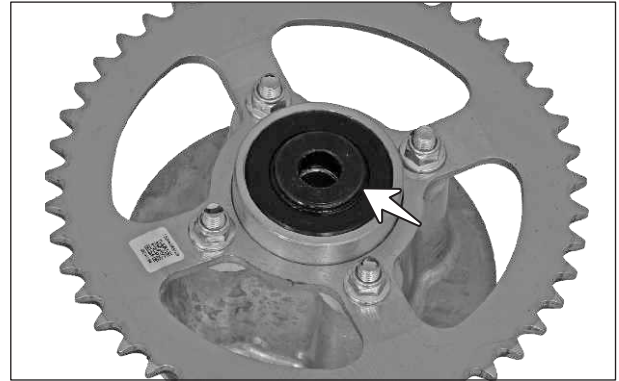

Fig. 6.87
- Retire el espaciador izquierdo y el conjunto del *sprocket* del rin trasero. (Fig. 6.87)